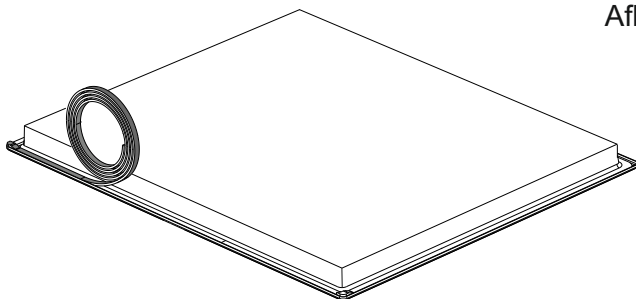

Afbeelding 6
- De aardkabel moet via de schroef met het aardingsteken worden aangesloten. De aansluiting van de voedingskabel moet gebeuren zoals is weergegeven in afbeelding 6. Als de installatieruimte niet beschikt over een goedgekeurd geaard stopcontact, moet u onmiddellijk de erkende onderhoudsdienst bellen.
De bedrading van het apparaat moet door de erkende onderhoudsdienst worden aangesloten. Het toestel is ontworpen op te worden aangesloten op een netspanning van 220-240V- en 380-415V 3N ~. Als het elektriciteitsnet anders is dan de bovenstaande waarde, bel dan onmiddellijk de erkende serviceafdeling. Het apparaat moet worden aangesloten zoals is weergegeven in afbeelding 6. Het apparaat is ontworpen voor een vaste aansluiting op het elektriciteitsnet. Er moet een omnipolige scheidingsschakelaar worden geïnstalleerd in het stroomcircuit met een contactopening van minstens 3 mm (40A, type vertraagde werking)